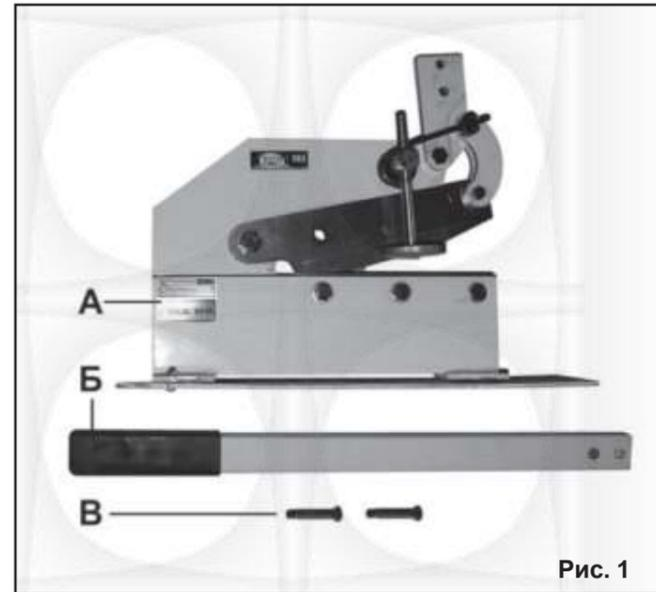
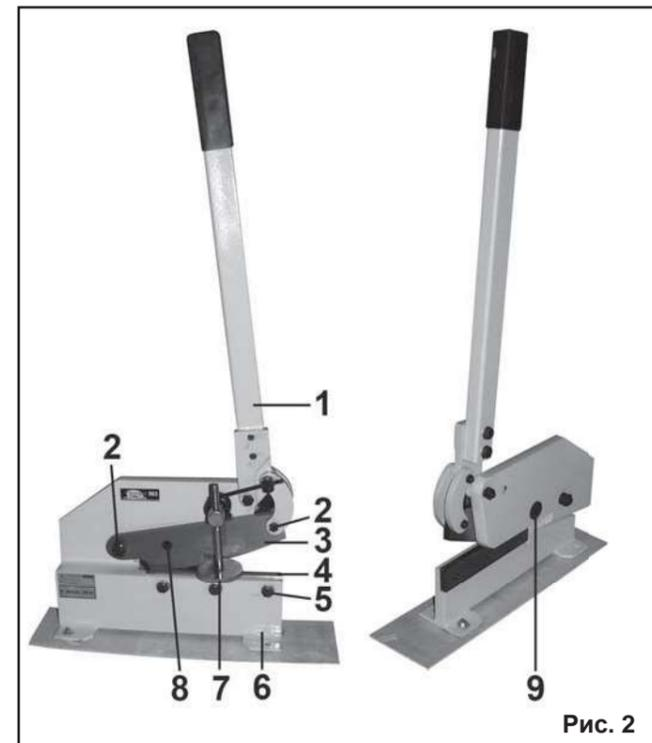

Рис. 1
Рис. 2
## 3. КОМПЛЕКТНОСТЬ (Рис.1)
## 6. УСТРОЙСТВО (Рис. 2)
## 7. СБОРКА (Рис. 2)
Установите и надежно закрепите с помощью двух винтов (В) (Рис. 1) рычаг (1) (Рис. 2).
Закрепите ножницы на прочной и устойчивой рабочей поверхности верстака с помощью болтовых соединений (не комплектуется) через монтажные отверстия в основании (6) (Рис. 2).
10.1.3. Рабочие ножи (3) и 4 (Рис. 2) должны быть чистыми, слегка смазанными маслом.
### 10.2. Замена ножей (Рис. 2)